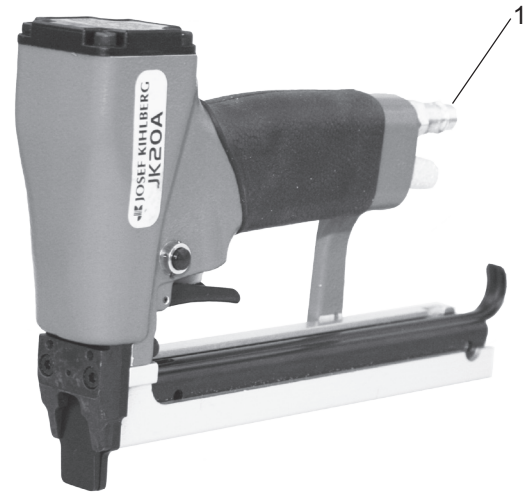

Fig. 2
1. Klammergerät aus Verpackung entfernen. Druckluftanschluss überprüfen, ob er mit dem Druckluftsystem übereinstimmt. Gewinde des Anschlusses (Fig. 2/1) mit Dichtmasse sichern.